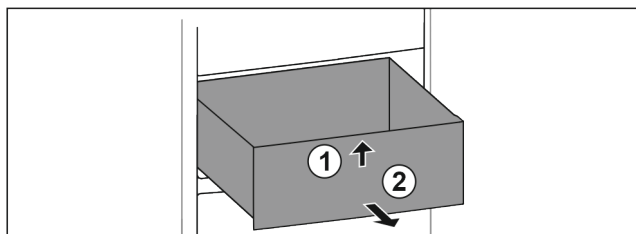

Fig. 99
- ▶ Unieść szufladę z przodu. Fig. 99 (1)
- ▶ Wyjąć szufladę do przodu. Fig. 99 (2)